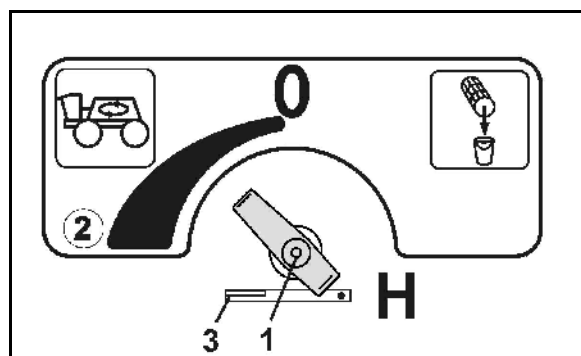

Fig. 80
- Ekstraomrøreren skal indstilles på indstillingshanen (Fig. 80/1).
Den ekstra omrører er frakoblet, når indstillingshanen er i position 0. Den største omrøre-effekt opnås i position (Fig. 80/2).
Sikring af aftapningsfunktion på trykfilteret (Fig. 80/4).